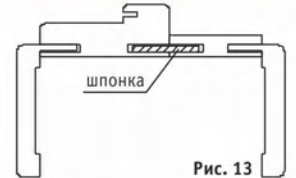

Рис. 13
4.2. Доборный элемент и коробку необходимо соединить между собой при помощи шпонки (см. рис. 13), при необходимости нанести на шпонку по всей длине небольшое количество клея (жидкие гвозди, силикон).